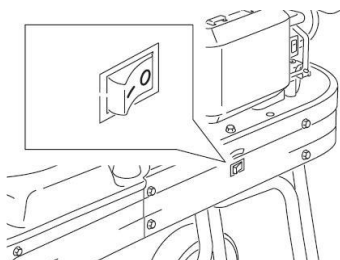

Fig. 5a
- Réglez l'interrupteur d'alimentation sur la position «ON». (Fig. 5a)
- Mettez l'interrupteur d'alimentation sur la position «OFF». (Fig. 5a)